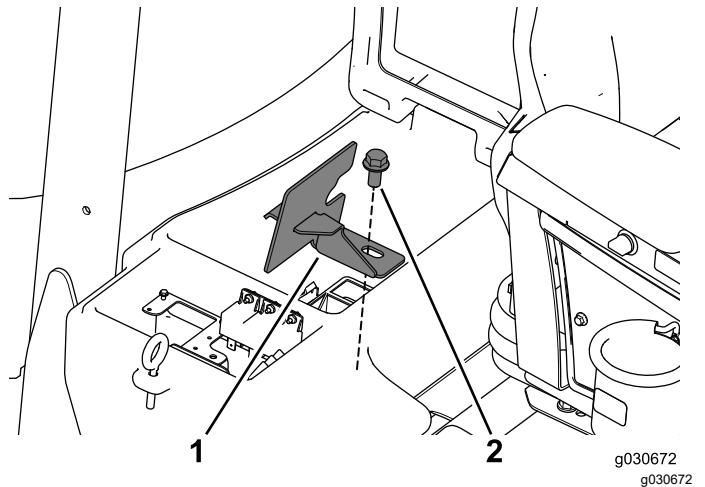

Bild 6
5. Entfernen und bewahren Sie die Schraube und die Klemme des Batteriefachs auf (Bild 6).